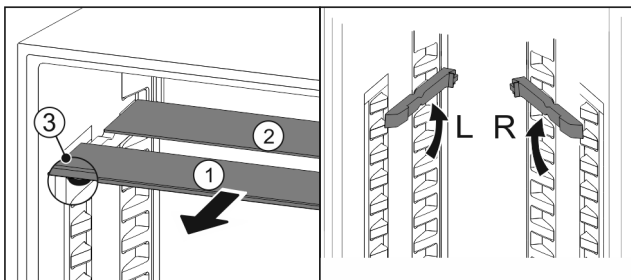

Fig. 114
- ▶ Retire las planchas de cristal individualmente hacia delante Fig. 114 (1).
- ▷ La placa de vidrio Fig. 114 (1) con moldura está situada delante.
- ▷ Los topes Fig. 114 (3) miran hacia abajo.